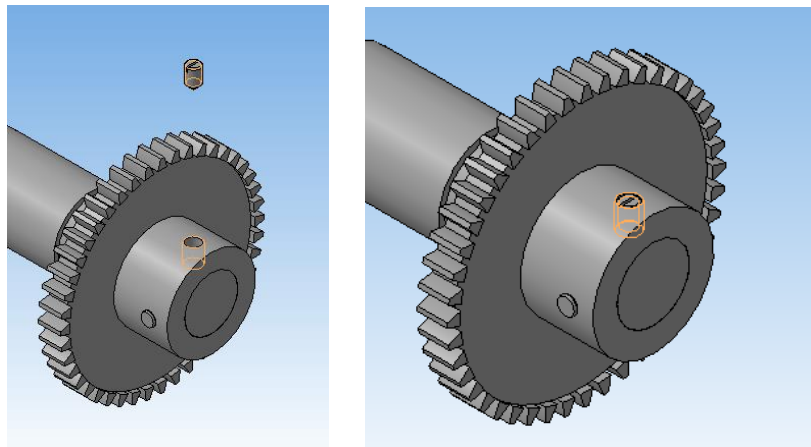

Рисунок 108.
13. Установите сопряжения «Касание», укажите плоскость вращения бобышки и торцевую плоскость винта. В результате винт займет свое положение (рисунок 108).